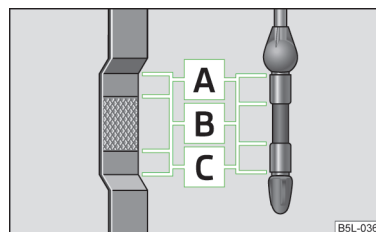

Fig. 136
- Se il livello dell'olio supera il settore A » fig. 136 a pagina 155,  non proseguire! Spegner il motore e richiedere l'intervento di un'officina autorizzata.
L'asta di livello dell'olio mostra il livello dell'olio motore » fig. 136.
Il livello dell'olio non deve mai superare il settore **A** » **fig. 136** - pericolo di danneggiamento dell'impianto di scarico!